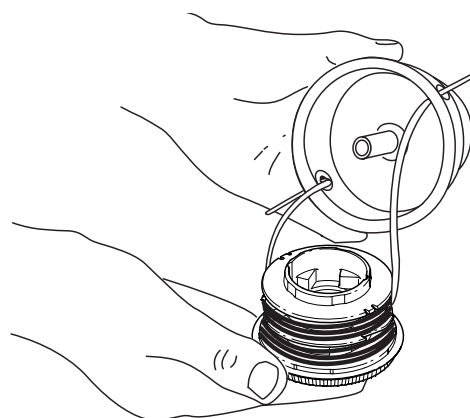

Fig. 15
- Inserte los extremos de la línea de corte del nuevo carrete interior dentro de los ojillos de la bobina exterior (Fig. 15). Coloque el nuevo carrete interior con la flecha hacia arriba dentro de la bobina exterior.